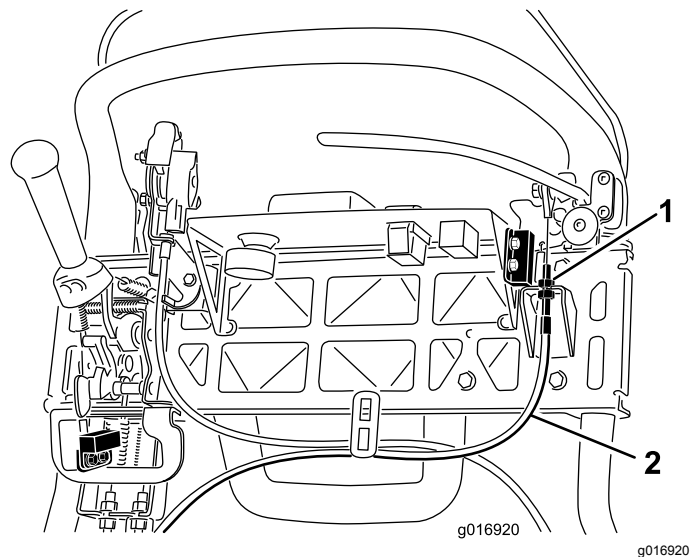

Рисунок 43
3. Для увеличения натяжения троса ослабляйте верхнюю зажимную гайку троса и затягивайте нижнюю зажимную гайку троса (Рисунок 43) до тех пор, пока усилие на рукоятке рычага тормоза, требуемое для отпускания фиксатора стояночного тормоза, не составит 156 Н. Во избежание прихвата ленточного тормоза не допускайте чрезмерного натяжения троса.